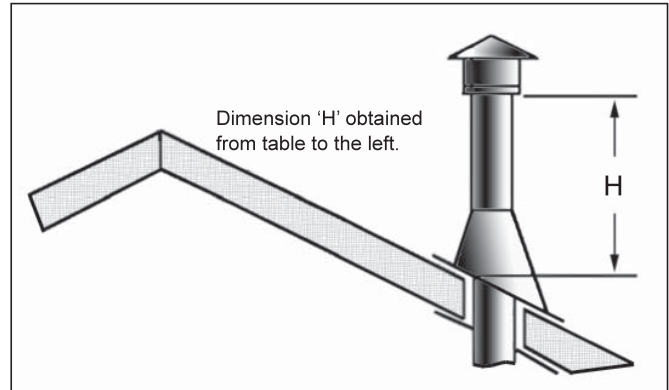

Figure 44: Hauteur de la terminaison verticale; Référence au tableau 5.
Étape 7. Continuez d'ajouter les sections de tuyaux, jusqu'à ce que la hauteur du capuchon d'évent rencontre les exigences minimales du code en bâtiment, tel que décrit par vos codes locaux. En cas d'absence des codes locaux, assurez-vous que le terminal est 2 pieds (610mm) au-dessus de tout et dans les 10 pieds (3046mm) de l'évent (référez-vous à la figure 44 et au tableau 5 pour les dégagements sur les différences des angles). Notez que pour des angles de toit prononcés, la hauteur d'évent doit être accrue. Dans les conditions de grands vents, de la proximité des arbres, des lignes de toit adjacentes, de toit à pente prononcée, ou d'autres facteurs similaires, cela peut causer un manque tire ou une tire vers le bas. Dans ces cas, l'augmentation de la hauteur d'évent pourrait résoudre ce problème.
Table 5: 'H' minimum pour la figure 44.